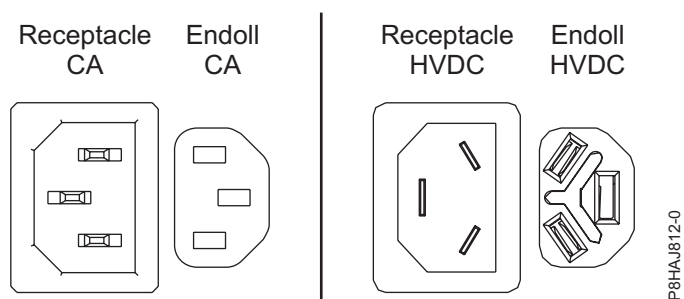
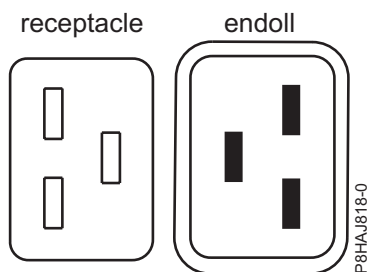
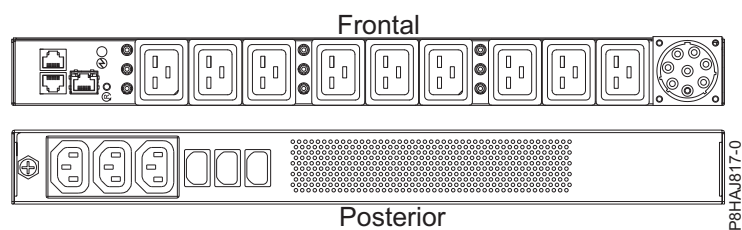

Figura 31. Connectors de CA i d'HVDC
Figura 32. Connectors per al sistema 8408-44E
Figura 33. PDU per al sistema 8408-44E
A la Figura 31 a la pàgina 48 es mostren els connectors admesos de corrent alternativa (CA) i de corrent directa d'alt voltatge (HVDC). A la Figura 32 a la pàgina 48 i a la Figura 33 a la pàgina 48 es